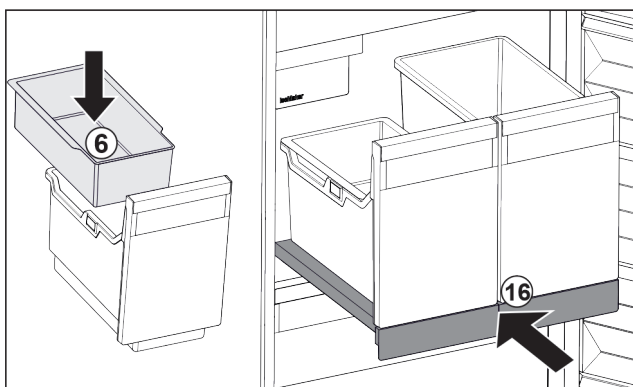

Fig. 201
- ▶ Installer le balconnet Fig. 201 (6) pour glaçons.
- ▶ Rentrer le compartiment coulissant avec le bac (IceTower). Fig. 201 (16)